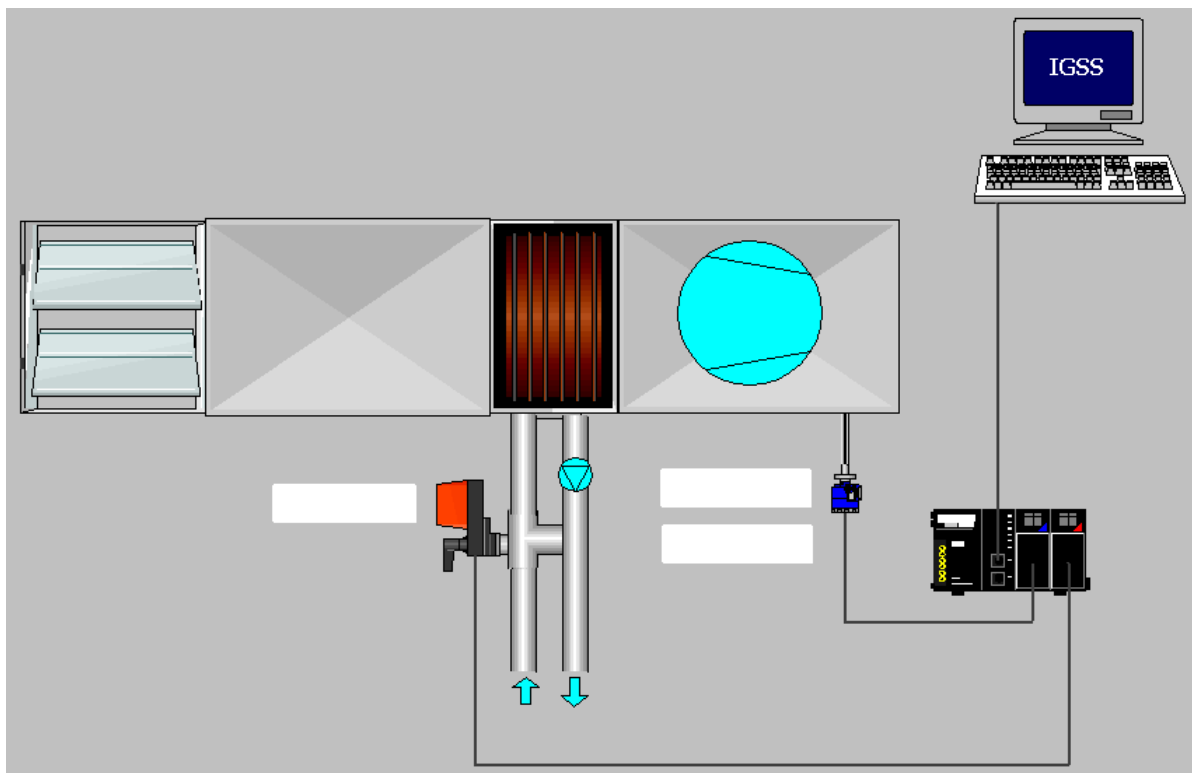

Рис. 3. — Мнемосхема объекта управления в IGSS
- 6 При помощи стандартной графики IGSS создадим мнемосхему объекта управления рис. 3.